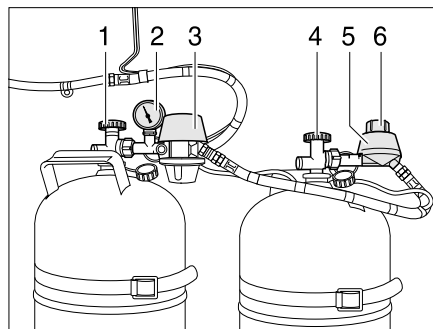
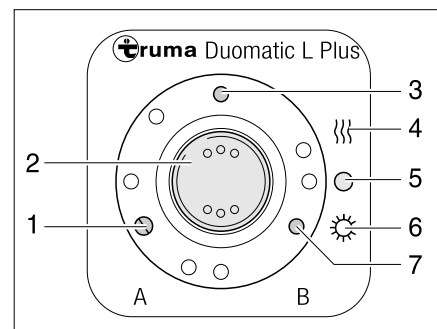

Bild 105 Duomatic-Umschaltanlage
Bild 106 Bedieneinheit
Die Duomatic-Umschaltanlage besteht aus einem Zentralregler (Bild 105,3) und einem Umschaltregler (Bild 105,5). Mit dem Drehknopf (Bild 105,6) am Umschaltregler kann bestimmt werden, welche der Gasflaschen als Betriebsflasche und welche Gasflasche als Reserveflasche verwendet wird.
Das Manometer (Bild 105,2) am Zentralregler zeigt den Druck in der Gasflasche an, nicht den Füllstand der Gasflasche. Mit dem Manometer kann die Gasflasche auf Dichtheit geprüft werden.
An der Bedieneinheit (Bild 106) können nur die elektrischen Funktionen geschaltet werden. Die Haupt-Absperrventile der Gasflaschen (Bild 105,1 und 4) müssen von Hand geöffnet werden.
- Die Haupt-Absperrventile an den Gasflaschen (Bild 105,1 und 4) öffnen.
- Mit dem Drehknopf (Bild 105,6) am Umschaltregler (Bild 105,5) die Gasflasche wählen, der vorrangig das Gas entnommen werden soll (Betriebsflasche). Den Drehknopf immer bis zum Anschlag drehen. Wenn der Drehknopf im roten Bereich steht, wird das Gas vorrangig der Gasflasche mit dem Zentralregler (Bild 105,3) entnommen. Wenn der Drehknopf im grünen Bereich steht, wird das Gas vorrangig der Gasflasche mit dem Umschaltregler (Bild 105,5) entnommen.
- An der Bedieneinheit (Bild 106) die Duomatic-Umschaltanlage einschalten. Dazu den Wippschalter (Bild 106,2) auf Winterbetrieb "Ein und Heizen" (Bild 106,4) oder auf Sommerbetrieb "Ein" (Bild 106,6) stellen. Beide Gasdruckregler sind jetzt entlüftet. Die Betriebsanzeige (Bild 106,3) leuchtet.
- Den Wippschalter (Bild 106,2) auf "O" (Bild 106,5) stellen. Die Betriebsanzeige (Bild 106,3) erlischt.
- Die Haupt-Absperrventile an den Gasflaschen (Bild 105,1 und 4) schließen.
Die Kontroll-Leuchten an der Bedieneinheit (Bild 106) signalisieren im Fahrzeuginnenen, ob die Gasflaschen betriebsbereit sind.
- Kontroll-Leuchte "A" (Bild 106,1): Gasflasche am Zentralregler
- Kontroll-Leuchte "B" (Bild 106,7): Gasflasche am Umschaltregler